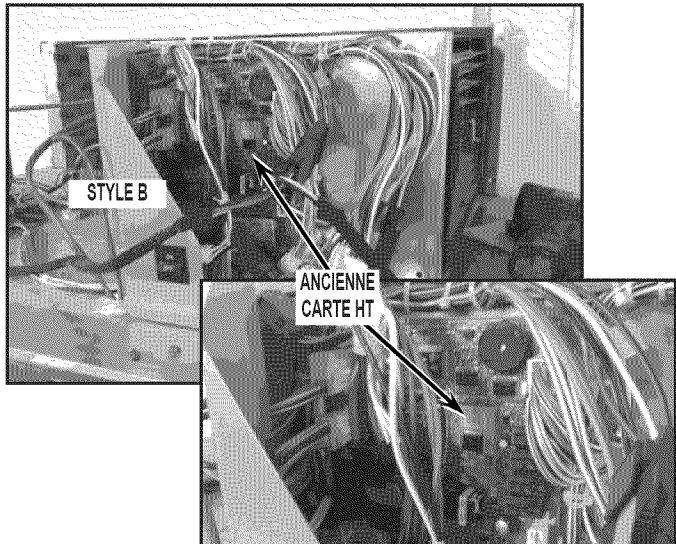

FIGURE 17
22. Retirer tous les connecteurs de l'ancienne carte HT. Voir Figure 17.